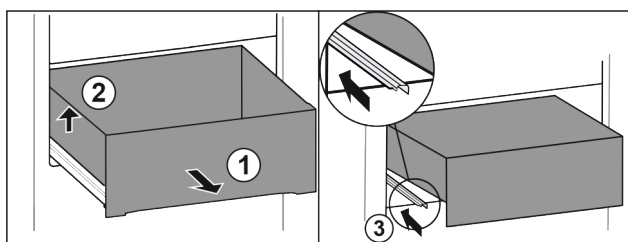

Fig. 89
- ▶ 将抽屉拉出至止挡。 Fig. 89 (1)
- ▶ 抬起抽屉左侧。 Fig. 89 (2)
- ▶ 推入左侧轨道。 Fig. 89 (3)